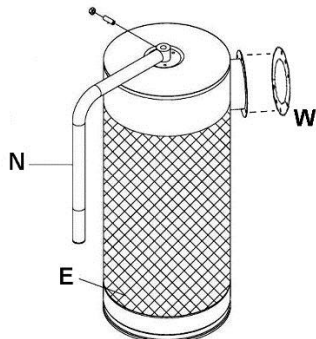

Рис. 8
9. С помощью установочного винта и гайки прикрутите ручку (N) к фильтру (E). См. Рис. 8.